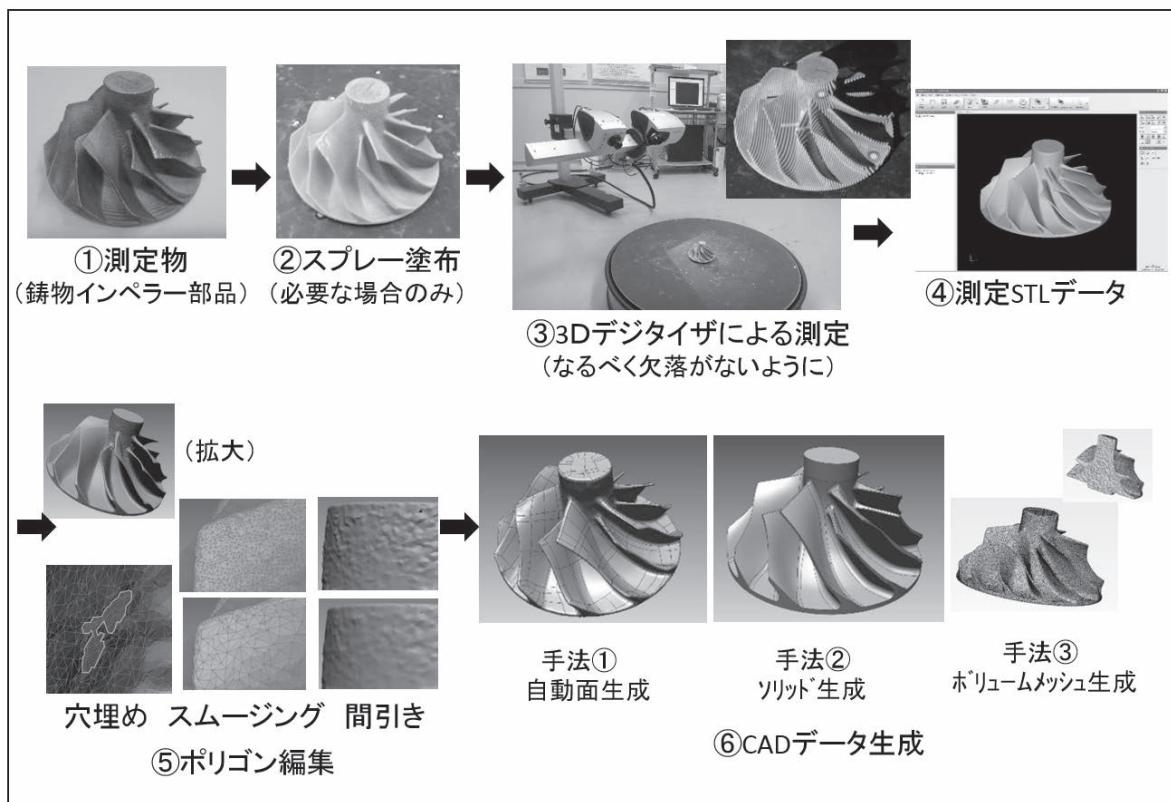

図4 3Dデジタイザを用いたCADデータ生成の活用例
3Dデジタイザを用いたCADデータ生成の活用例を図4に示す。まず、形状検査と同様に、測定物に必要に応じスプレー塗布を行った後、3Dデジタイザにて形状測定を行う。なるべく欠落が無いように測定する。次に、測定STLデータに対して、穴埋め、スムージング、間引きなどのポリゴン編集を行う。その後、CADデータ生成を行う。CADデータ生成にはいくつかの手法がある。ここでは、手法①「自動面生成」、手法②「ソリッド生成」及び手法③「ボリュームメッシュ生成」を紹介する。